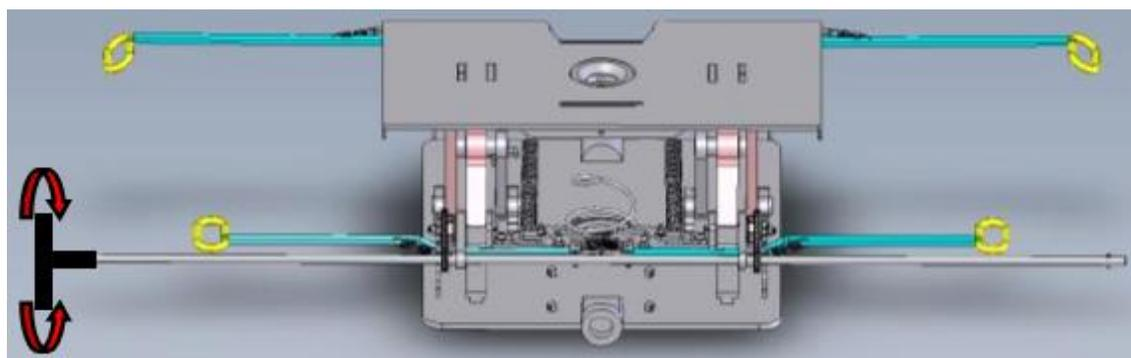

Bild 5.5: Drehen des T-Schlüssels zur Einstellung der Stützbockhöhe
4. Durch Drehen des T-Schlüssels die Stützbockhöhe einstellen (Bild 5.5)